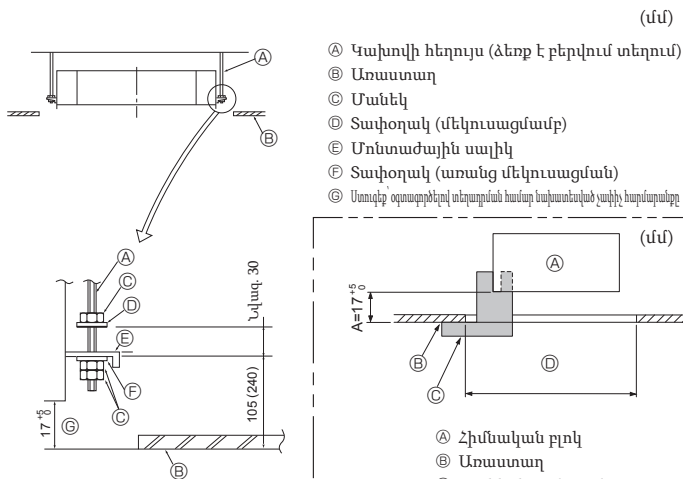

Fig. 3-6
3.6. Բլոկի կախման ընթացակարգ (Fig. 3-6)